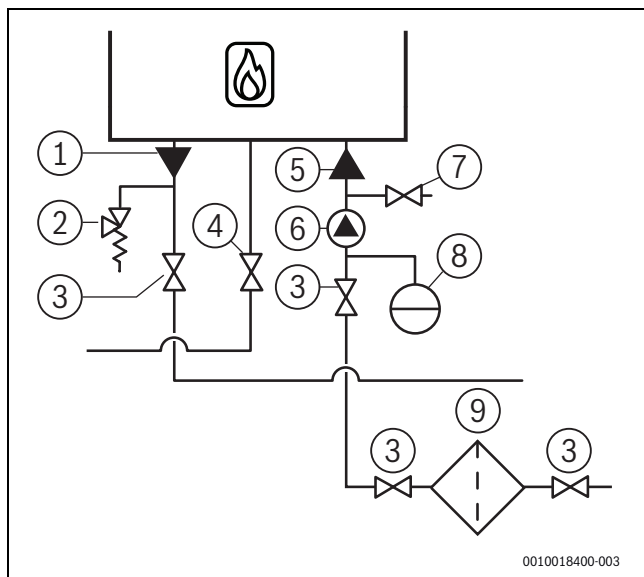

Bild 18 Anschluss Heizwasserleitungen
- Sowohl den Anschluss des Ausdehnungsgefäßes als auch das Sicherheitsventil direkt unter dem Kessel und oberhalb der Serviceventile montieren. (→ Abb. 18, S. 19).
- In der Vor- und in der Rücklaufleitung ein Serviceventil montieren (→ Abb. 18, S. 19).